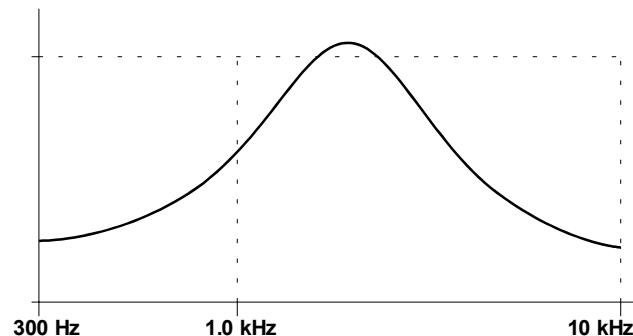

Abb. 1: Wirkung der Emphasis-Funktion
Der Regler ③ dient zur **Anhebung mittlerer Frequenzbereiche** (s. Abb. 1) um eine Mittenfrequenz von ca. 2 kHz. Auf diese Weise verleihen Sie dem Hall mehr "Druck" und Prägnanz.